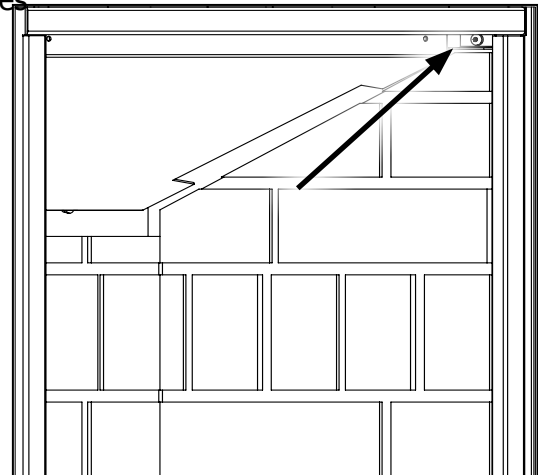

Figure 58. Panneau supérieur Retenues.
3. Ensuite, enlever les briques meilleurs serviteurs de panneaux de chaque côté, comme indiqué à la figure 58 à l'aide d'un tournevis T20.